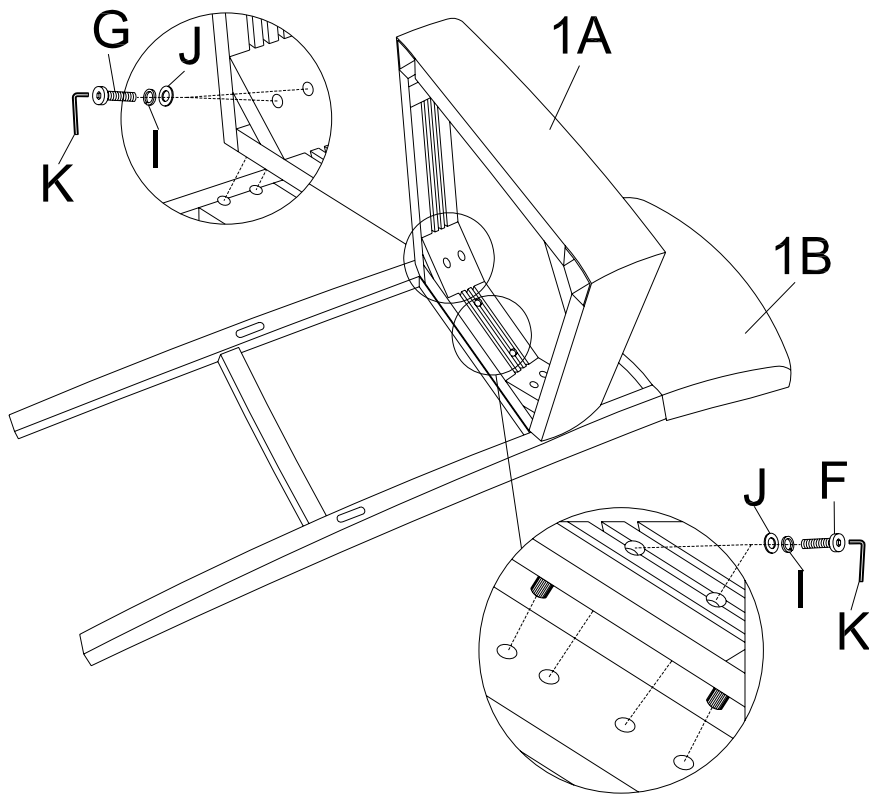

FIGURE-1
STEP-1: CONNECT SEAT-1A TO BACK-1B AS SHOWN IN FIGURE-1
- 1.1 POSITION BACK-1B ON THE WORK SURFACE AS SHOWN IN FIGURE-1.